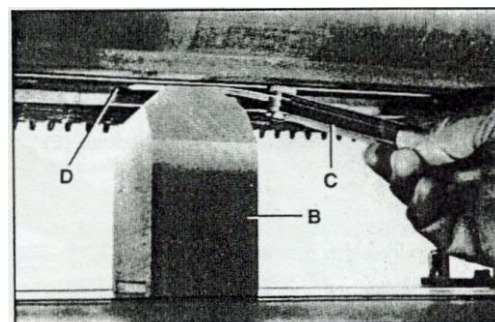

Fig. 38
3. Установить калибровочный блок В, рис. 38 на поверхности рабочего стола прямо под фрезерной головкой, как показано на рисунке. Поместить на верхней плоскости калибровочного блока щуп толщиномера с толщиной 1 мм и приподнять рабочий стол до соприкосновения щупа толщиномера с ножом D фрезерной головки находящимся в своей нижней точке. Зафиксируйте стол в этом положении до окончания регулировки.